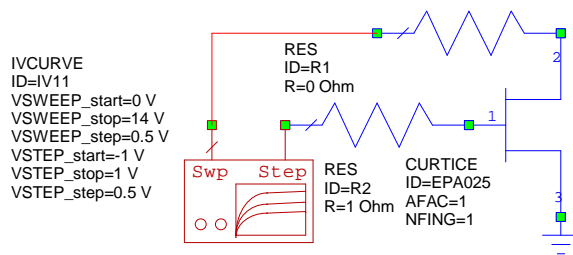

Рис.1
3.3.1 Рассчитать вольтамперные характеристики заданной нелинейной модели полевого транзистора СВЧ. Рис.1